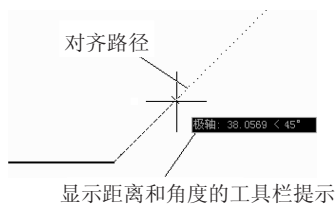

图 1-44 自动追踪
利用“自动追踪”功能用户可以按指定角度或其他对象的指定关系绘制对象。当自动追踪打开时,屏幕上将显示临时“对齐路径”(点状追踪虚线)以利于用户按精确的位置和角度创建对象,如图 1-44 所示。
(2)极轴追踪(光标沿极轴方向移动)。极轴追踪按事先设置的增量角及其倍数,引出相应的极轴追踪虚线,用户可在追踪虚线上进行精确定位跟踪点。使用极轴追踪,光标将按指定角度进行移动。移动光标时,如果接近极轴角或其倍角时,将显示对齐路径和工具栏提示(表示鼠标当前位置距起点的距离及与 X 轴正向的夹角),如图 1-44。当光标从该角度移开时,对齐路径和工具栏提示消失。还可以设置附加角以追踪单独的极轴角。